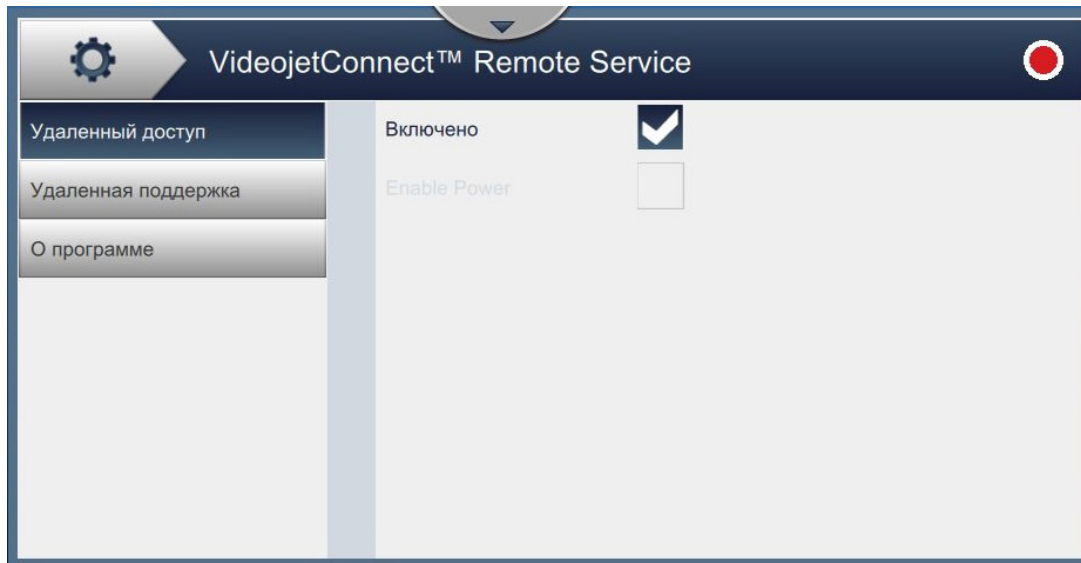

Рис. 6-26: Экран VideojetConnect Remote Service
1. Нажмите кнопку  на экране «Инструменты». Откроется экран «VideojetConnect Remote Service», как показано на Рис. 6-26.